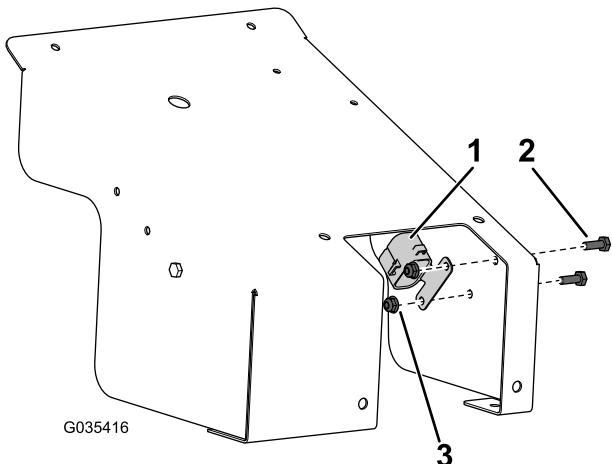

Figura 9
7. Retire la tapa del bloque de fusibles (Figura 9) del arnés de cables.
8. Monte la tapa del bloque de fusibles en el interior de la cubierta con 2 tornillos ( $\frac{1}{4}$ " x  $\frac{3}{4}$ ") y 2 tuercas ( $\frac{1}{4}"), tal y como se muestra en la Figura 9.$